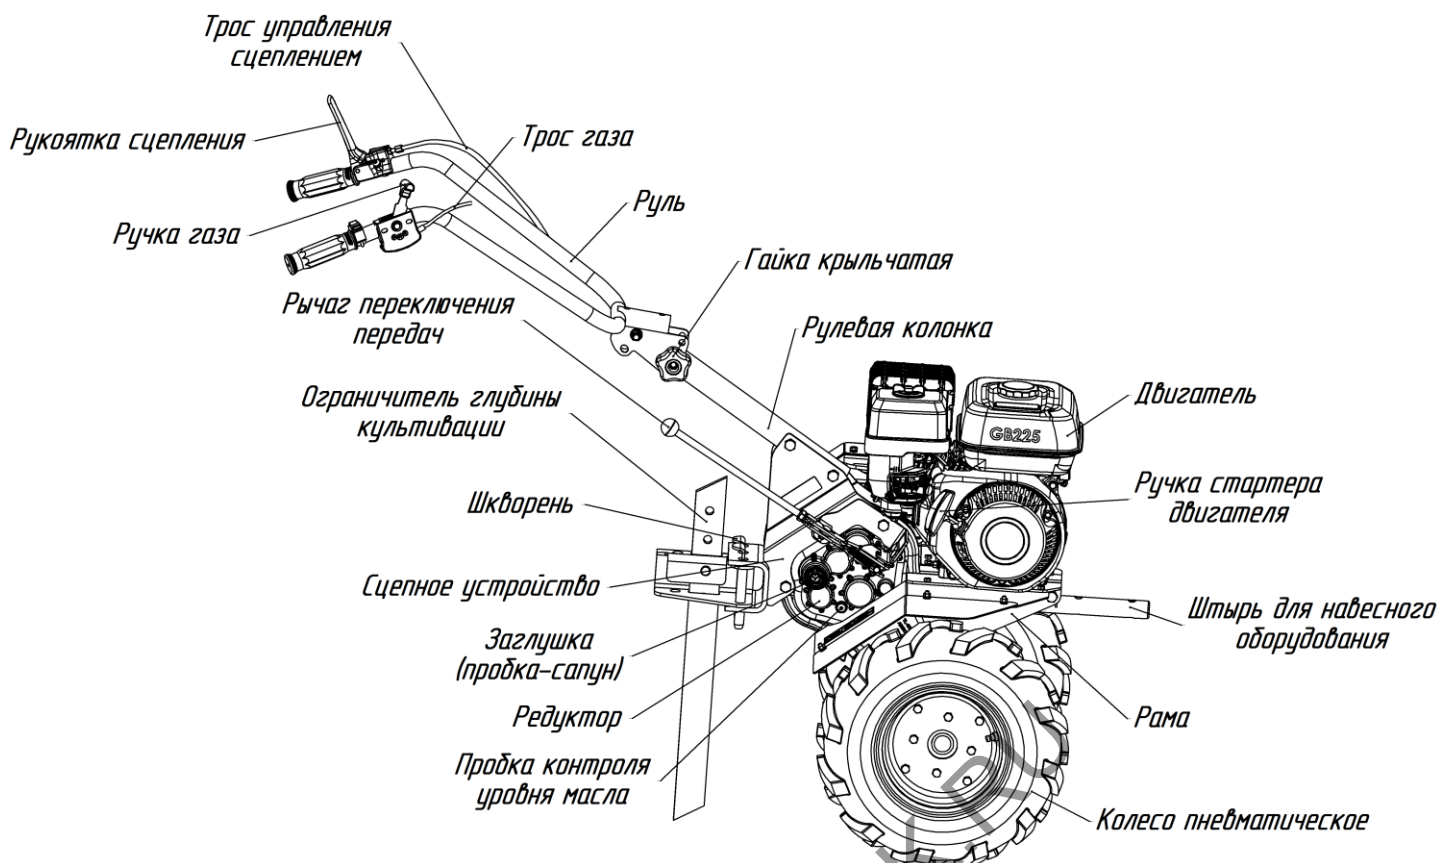

Рис.1 Мотоблок МБ Компакт. Общий вид (вид справа)
МБ Компакт (рис.1, 2) – это одноосный универсальный силовой агрегат, предназначенный для работы как с устройствами, входящими в штатную комплектацию, так и с различными сменными орудиями, и состоящий из:
Рычаг переключения передач (рис.1, 3) – установлен на редукторе с правой стороны.
Переключение передач производится перемещением рычага на редукторе (рис.1, 3): две передачи вперед (1 и 2), одна – задний ход (R), промежуточные положения – нейтральные (N).
Рукоятка сцепления (рис.1, 4) – расположена на левой рукоятке руля, предназначена для включения/выключения сцепления.
Ручка газа (рис.1, рис.5) – расположена на правой рукоятке руля, предназначена для управления положением дроссельной заслонки двигателя и его остановки.